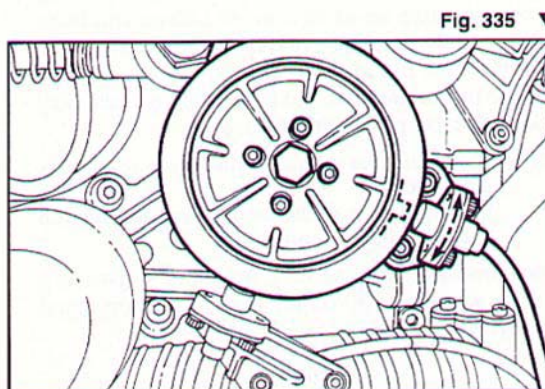

Fig. 335 ▼
- con il cilindro n° 1 al PMS in fase di scoppio, registrare la posizione del sensore laterale asolato, che andrà collegato al cablaggio della bancata destra, per centrarlo rispetto al dente sulla puleggia (Fig. 335), quindi serrare le due viti di fissaggio.
- with cylinder no. 1 at TDC in power stroke, regulate position of the lateral slotted sensor, which will be connected to the wires in the right cylinder block, until it is centred with respect to the pulley tooth (Fig. 335), then lock the two securing screws.